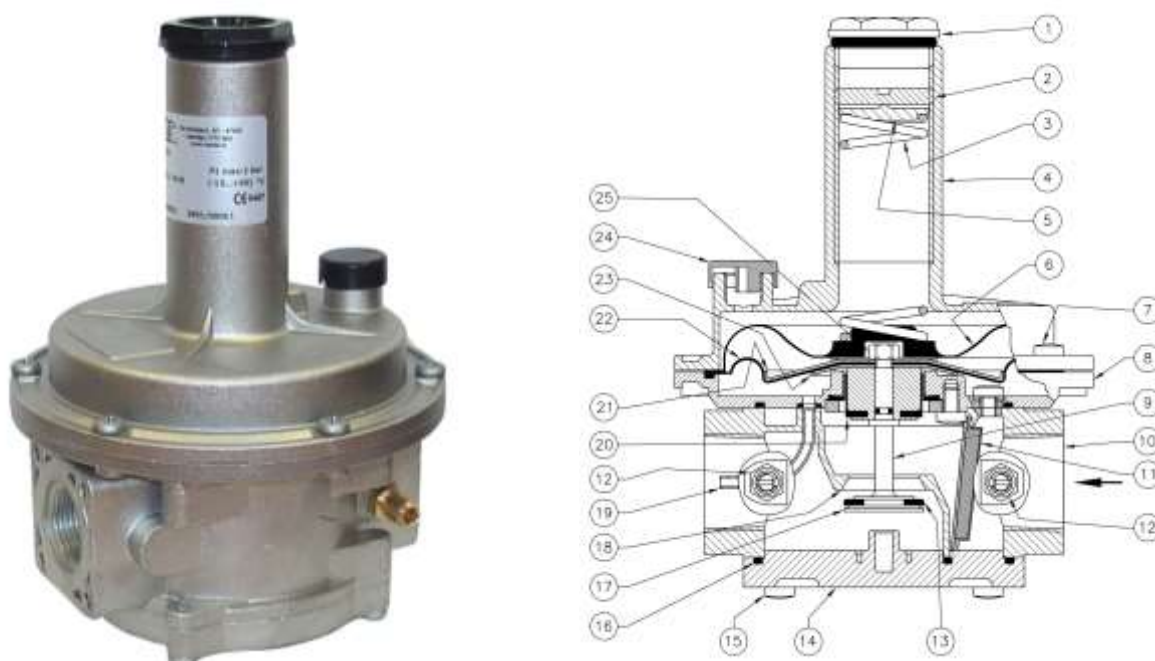

Рис. 1
Регулятор (рис. 1) состоит из: колпачок (1); винт настройки выходного давления (2); пружина настройки выходного давления (3); раструб (4); шайба (5); предохранительная мембрана (6); винты крепления воронки (7); корпус подмембранной части (8); центральный шток (9); корпус (10); фильтрующий элемент (11); штуцер отбора давления (12); уплотнитель затвора (13); нижняя крышка (14); винты крепления нижней крышки (15); уплотнительное кольцо (16); затвор (17); седло (18); встроенный импульс (19); компенсационная мембрана (20); диск усиления мембраны (21); рабочая мембрана (22); нижний диск мембраны (23); пылезащитный колпачок (24); гайка штока (25).